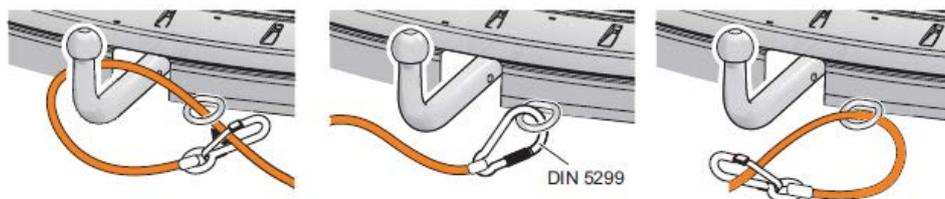

Figure 23 - Cable de retenue
3. Attachez le câble de détachement à un point de résistance adéquat sur le véhicule (Figure 23).